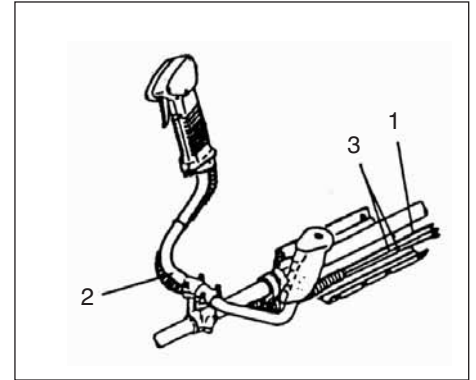

Fig.1-3B
För in kortslutningskablarna (3) och gasspjällets ledning (1) genom skyddsroret (2) och frigör därefter ändkudden. (Fig. 1-3B)